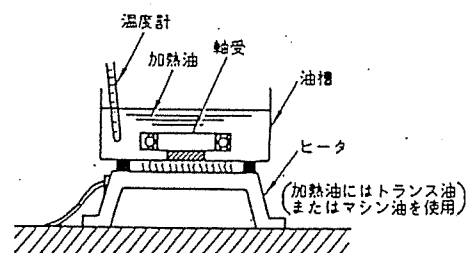

図23 軸受の加熱方法
(3) 軸受の取付け、
- ・ 図23のように、軸受を清浄なマシン油またはトランス油で90～110℃に加熱する。